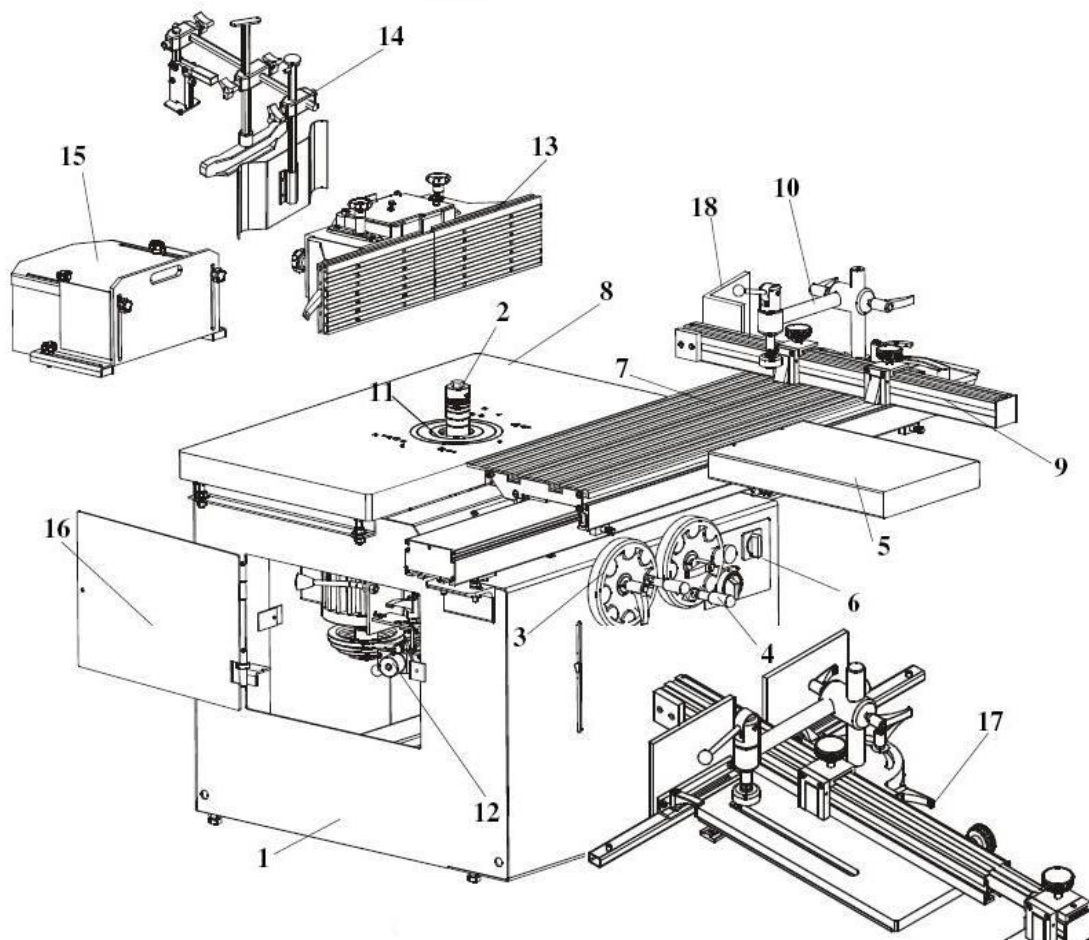

Рис. 4. Конструктивное устройство фрезерного станка T1000L:
2.2. Составные части станка T1000L приведены на рис. 4.
- выключателем для блокировки пуска станка при открытой дверце 16 (рис. 4.);